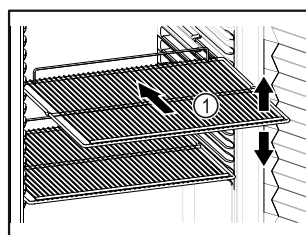

Fig. 57 Przykładowa prezentacja
- ❑ Jeśli ruszty do składowania Fig. 57 (1) są ruchome, należy je ustawić odpowiednio do wysokości.